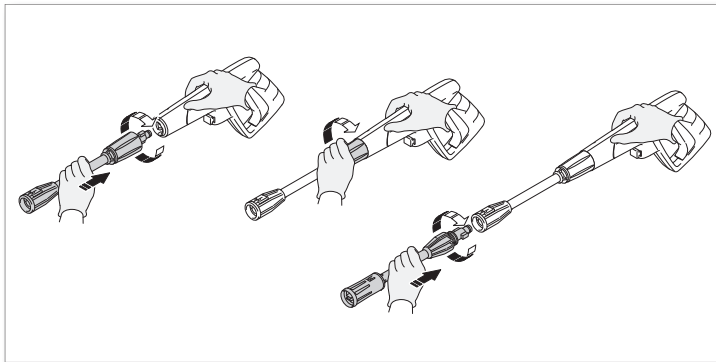

Fig. 8
- Lorsque le pistolet est en position verrouillée, insérez la lance à l'extrémité du pistolet en les poussant ensemble et en tournant simultanément dans le sens des aiguilles d'une montre. Pour les séparer, poussez-les l'un contre l'autre et tournez dans le sens inverse des aiguilles d'une montre. L'extension de lance doit être insérée dans le pistolet avant l'utilisation de tout autre accessoire, et de mettre le support de buse en remisage. Il est recommandé de laisser l'extension en place une fois connectée. (**Fig. 8**)